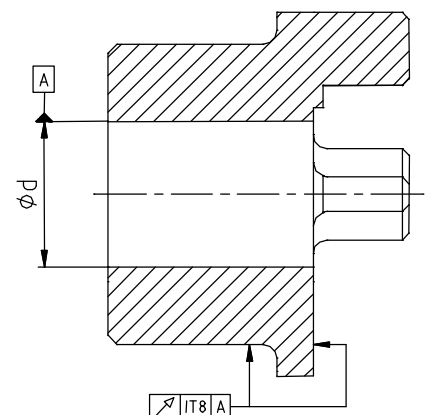

fig. 3: concentricité et perpendicularité
- Bien contrôler circularité et planéité au moment de l'alésage des moyeux et de la flasque (voir fig. 3).